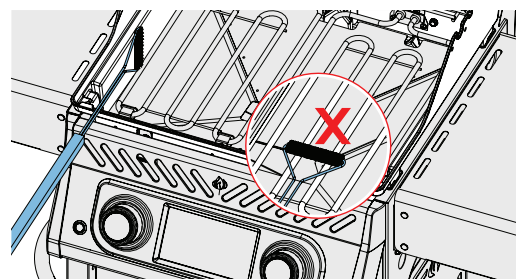

Fig. 7
2. Brug en blød messingbørstebørste til at rense løse affald. Børst alt affald fra indersiden af apparatet ned i den aftagelige drypbakke. BRUG IKKE børsten på de elektriske brændere. (Fig. 7)